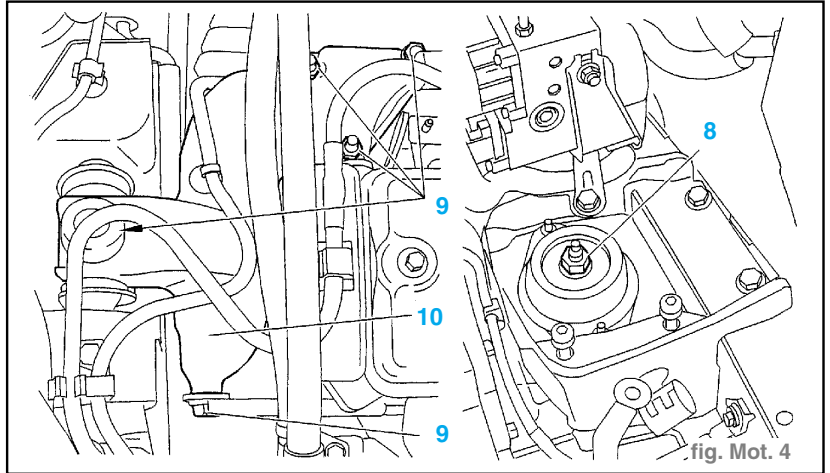

fig. Mot. 4
- Déposer : (fig. Mot. 4)
- l'écrou (8),
- les écrous du support moteur droit (9),
- le support moteur (10),